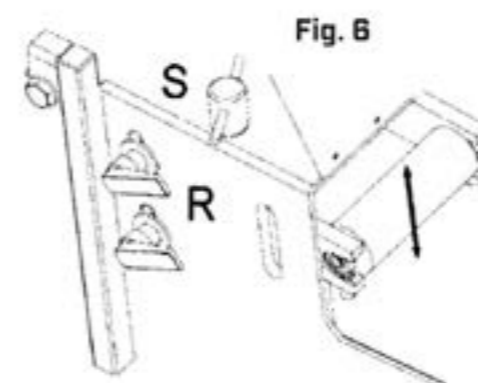

Fig. 6 Justering af sliberullens højde.
1. Løsn begge spændehåndtag R (fig. 6)
2. Juster sliberullens højde med justeringsskruen S (fig. 6)